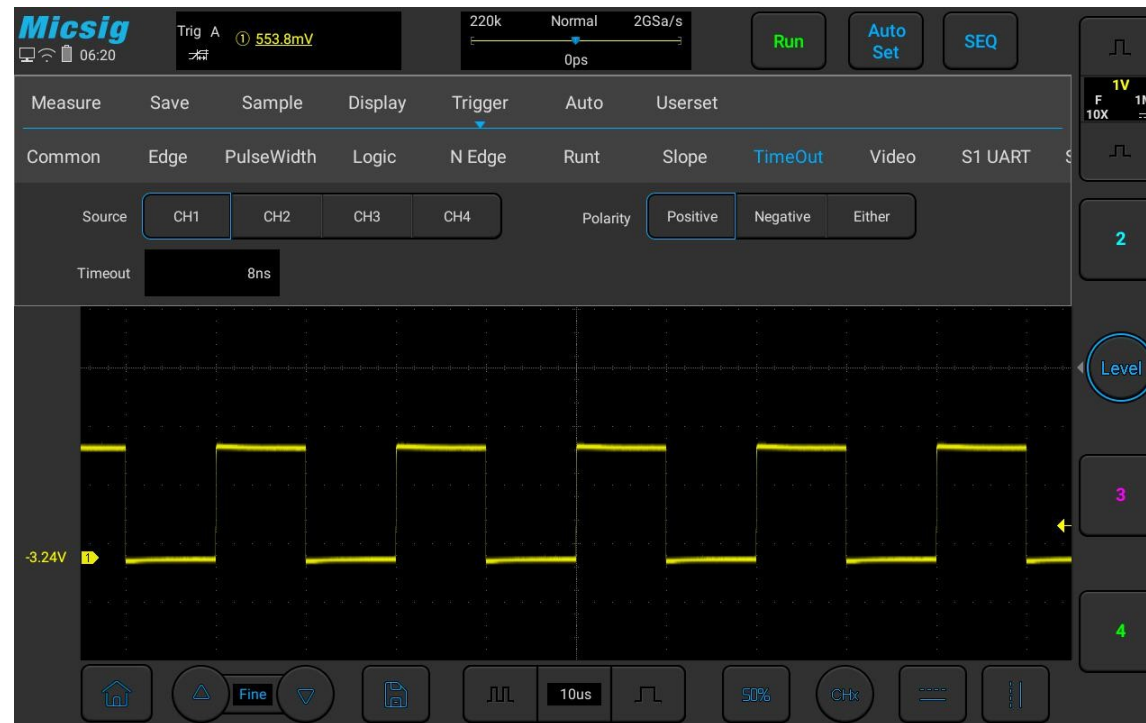

Abbildung 5-29 Timeout-Trigger
- 1) Tippen Sie im Hauptmenü auf „Trigger“, um das Trigger-Menü zu öffnen, wählen Sie unter „Trigger-Typ“ den Timeout-Trigger aus und konfigurieren Sie den Timeout-Trigger wie folgt, wie in Abbildung 5-29 dargestellt: